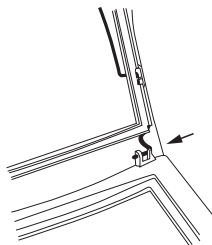

Рис. 3
2. Вставьте крючок пружины с той стороны, где вы ее прикрепили к рамке, в ушко в верхнем внутреннем углу отверстия фильтра маски, как показано на рис. 3.